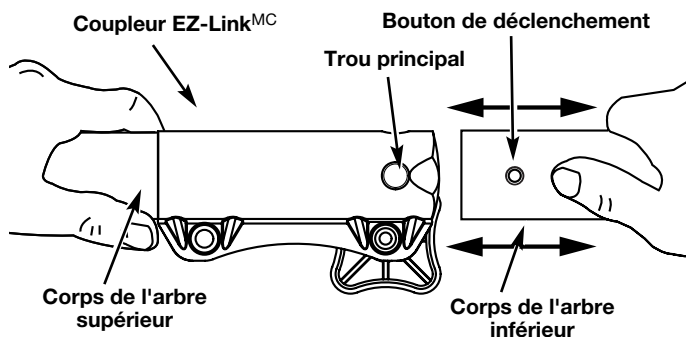

Fig. 24
3. Tenez fermement le corps de l'arbre supérieur et retirez l'accessoire de coupe ou autre du coupleur EZ-Link^{MC} (Fig. 24).
2. Tenez fermement l'accessoire et enfoncez-le tout droit dans le coupleur EZ-Link^{MC} (Fig. 24).